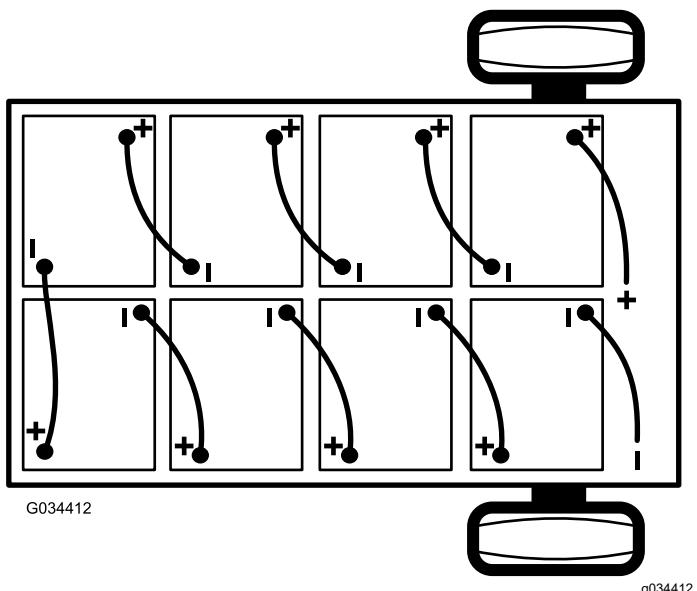

図 39
2. バッテリーと車体のアース端子を接続しているメインのマイナスケーブル黒を、バッテリーから外す **図 39**。
- バッテリーと車体のメインコンタクタとを接続しているメインのプラスケーブル赤を、バッテリーから外す図 39。
注 バッテリーを新しく積み込む場合には、極性に十分注意してください図 39。
- 図 39に示すように、1で外した中間接続ケーブルを使ってバッテリーを相互に接続する。
- 車体に接続されているメインのプラスケーブル赤を、バッテリーに接続する図 39。
- 車体のアース端子に接続されているメインのマイナスケーブル黒を、バッテリーに接続する図 39。